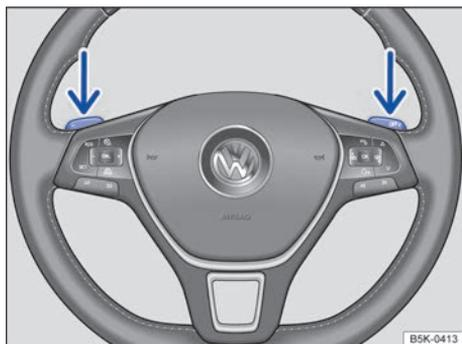

Fig. 138 Volante con levas de cambio para el Tiptronic.
- Tire de la leva derecha → fig. 138 hacia el volante para cambiar a una marcha más larga.